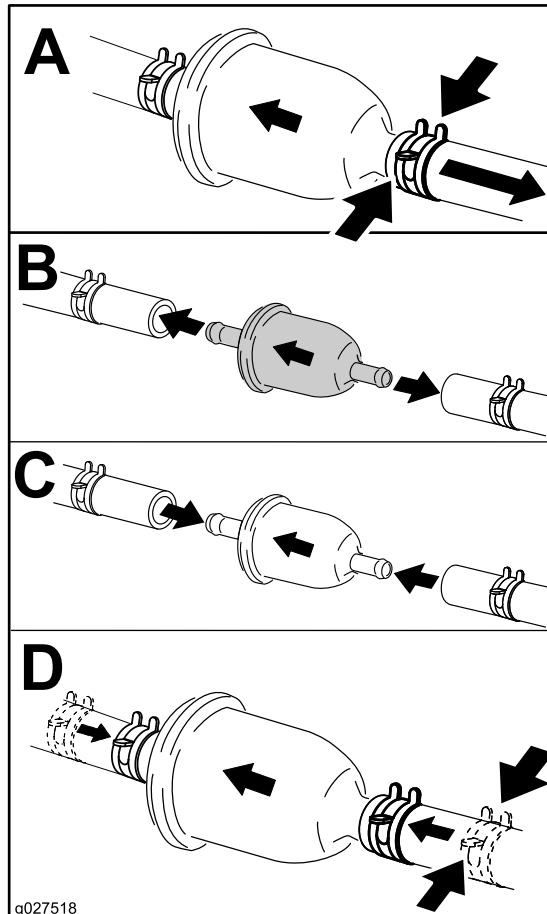

Bild 51
3. Tauschen Sie den Kraftstofffilter aus (Bild 51).